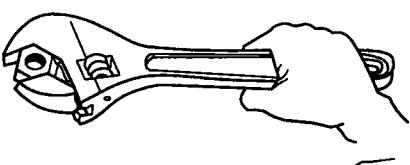

图 2-9 活络扳手的正确使用方向
- (1) 应根据螺母的大小选用适当规格的扳手，如果扳手选择过大，不容易控制力度，可能造成螺母或螺纹的损坏；反过来，如果扳手选择偏小，容易损坏活动扳唇；
- (2) 扳口的调节应使扳唇夹紧螺母，否则扳口会打滑，造成螺母损伤，还可能碰伤手指；
- (3) 扳手不可反过来使用，以免损坏活动扳唇，正确的使用方向如图 2-9 所示；
- (4) 不得在手柄上加套钢管使用，这样容易损坏扳手；
- (5) 不得用扳手代替手锤敲击物体。